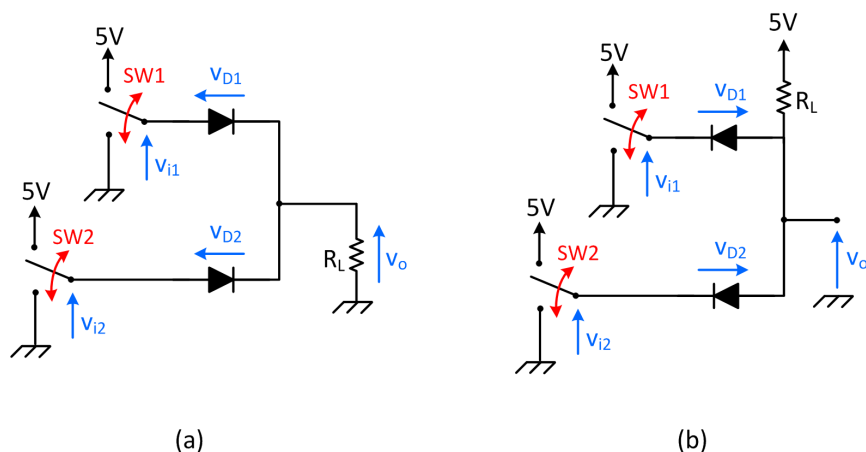

FIGURE 7 – Portes logiques à diodes
En logique numérique, les tensions sont utilisées pour représenter des états logiques binaires, c'est-à-dire des bits "1" ou "0". En logique 5V, le bit "1" est représenté par une tension de 5V (ou proche), et le bit "0" est représenté par une tension de 0V (ou proche). Les montages de la Figure 7 représentent deux portes logiques de base, avec deux entrées et une sortie. Considérez une résistance de charge  $R_L$  de 10 k $\Omega$ .
**Question 17.** Pour le circuit de la Figure 7-(a), déterminez l'état des diodes pour les différents états possibles des entrées. Calculez le courant qui passe dans chaque diode, ainsi que la tension de sortie. Considérez que la tension de seuil vaut 0.7V.
**Question 18.** Pour le circuit de la Figure 7-(b), déterminez l'état des diodes pour les différents états possibles des entrées. Calculez le courant qui passe dans chaque diode, ainsi que la tension de sortie. Considérez que la tension de seuil vaut 0.7V.
**Question 21.** Cablez le circuit de la Figure 7-(a) et 7-(b), et vérifiez vos prédeterminations.